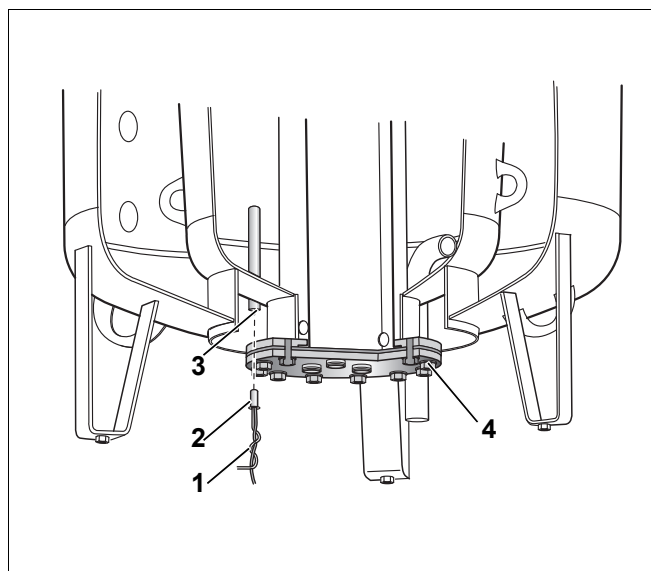

Рис. 9 Точка измерения MB₂ (погружная гильза, солнечный коллектор)
- ▶ Вставьте датчик (рис. 9, [2]) с направляющей проволокой ((рис. 9, [1]) до упора. Направляющая проволока находится в точке измерения MB₂, см. рис. 9, [3].